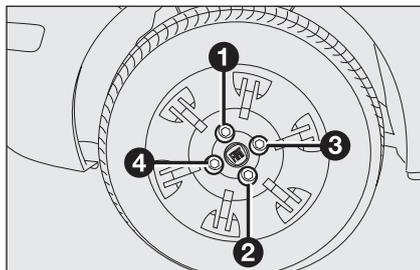

fig. 10
- visser à fond les boulons, en passant alternativement d'un boulon à un autre diamétralement opposé, suivant l'ordre illustré sur la **fig. 10**.